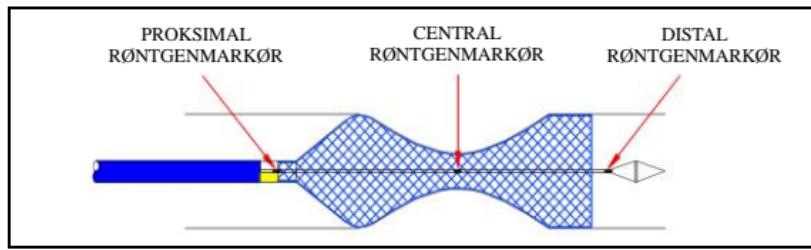

Figur 4
- Når den centrale røntgenmarkør når midten af målstrikturen, fortsættes med at trække tilbage i konnektoren, indtil stenten er helt implementeret. (se figur 4 og 5)
- Når den centrale røntgenmarkør når midten af målstrikturen, skal man fortsætte med at skubbe frem mod konnektoren, indtil stenten er fuldt implementeret. (se figur 4 og 6)